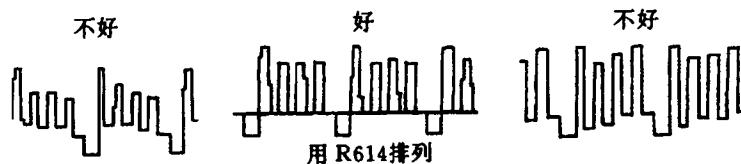

图 1.3.5
①接收一个 PAL 彩条图形。
②把一个示波器接在 TP18 上。
③把彩色和对比度调为正常。
④调整 R614 使波形的低位部分如图 1.3.5 所示的排列。